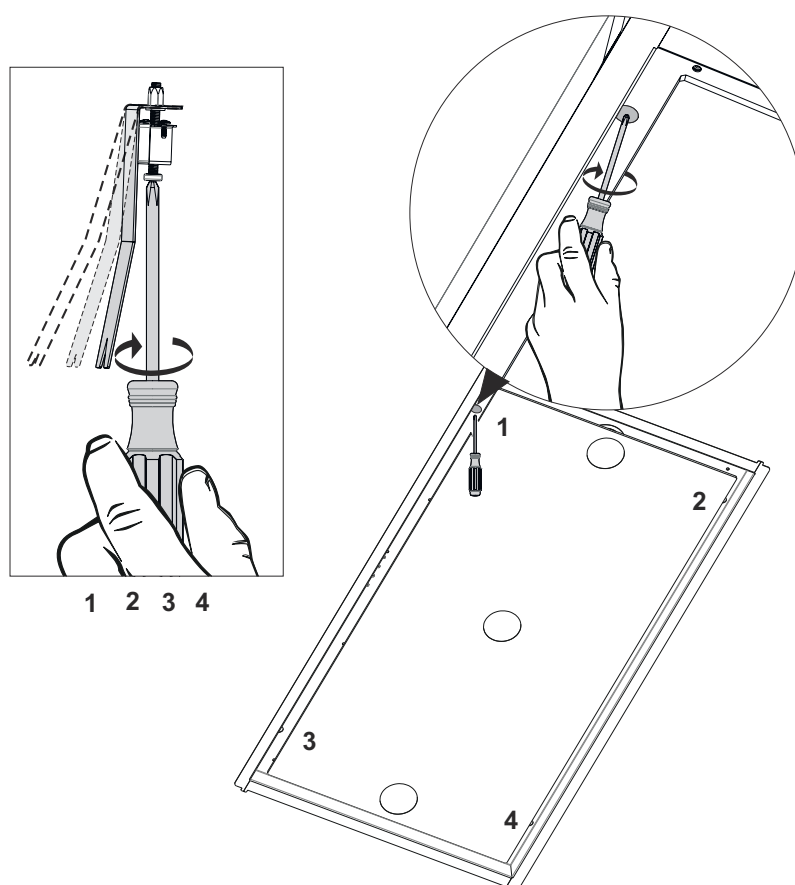

Fig. 11
5. ➔ Spænd produktets monteringsskruer fra monteringshullerne i bunden af produktet. (Fig. 11).
Sørg for, at ophængningspladerne holder produktet helt fast (Fig. 11).